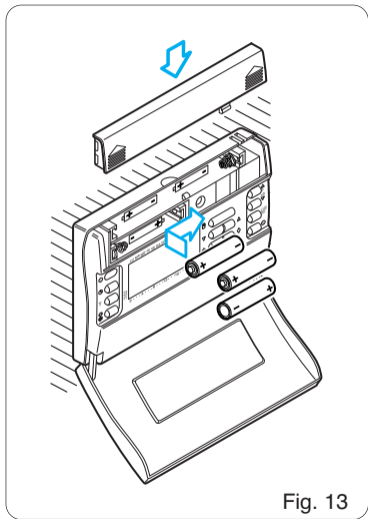

Fig. 13
- Inserire n. 3 pile alcaline LR03 tipo micro stilo AAA da 1,5 V nell'apposita sede rispettando le polarità indicate sul fondo dell'alloggiamento (fig. 13).